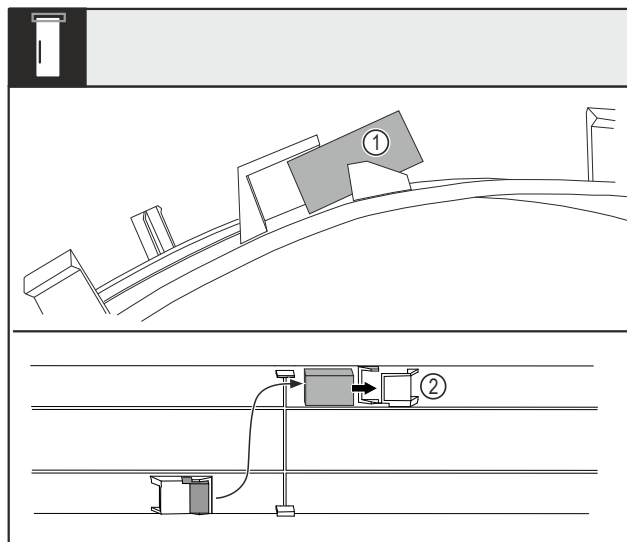

Fig. 15
- ▶ Hajtsa meg a fedelet, és húzza ki az ajtómágnezt Fig. 15 (1) a házból.
- ▶ Tolja be az ajtómágnezt a másik házba Fig. 15 (2).